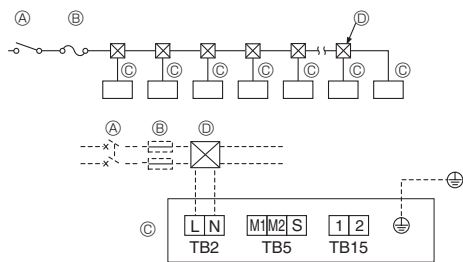

Fig. 4-4
4.2. การเดินสายไฟของแหล่งจ่ายไฟ (Fig. 4-4)
- (A) ตัวตัดไฟเข้าสายดินเมื่อไฟช็อต